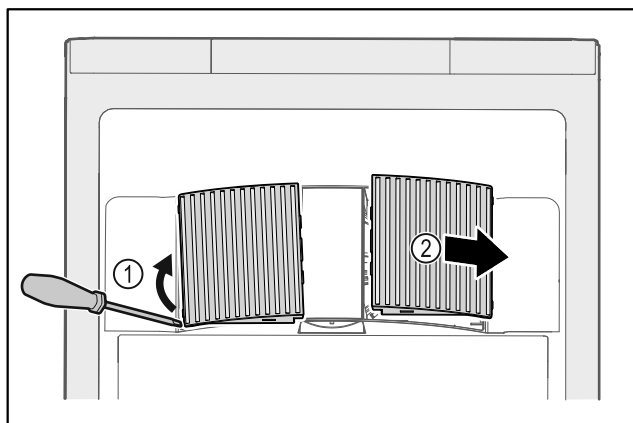

Fig. 146
- Estrarre con cautela i coperchi delle ventole dai lati Fig. 146 (1) e rimuoverli in avanti Fig. 146 (2).